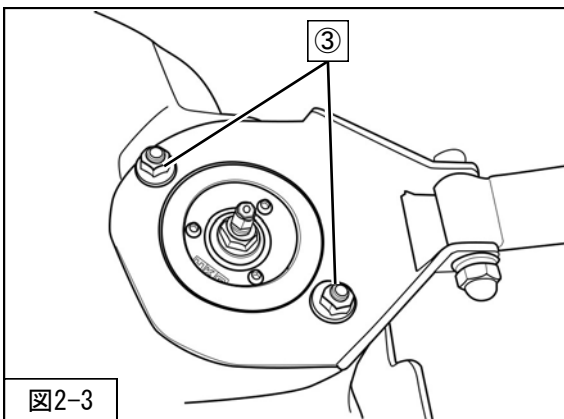

図2-3
2. タワーマウントとフロントサスペンションASSY（同梱品）を共締めし、③フロントサスペンションASSYアッパー取付ナット（締付トルク：40～54N・m）を取付けてください。（図2-3）